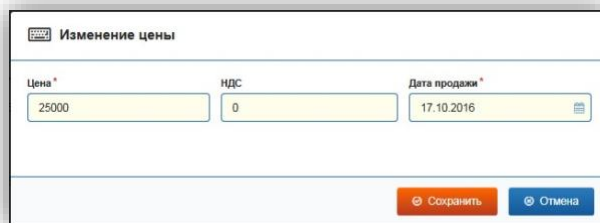

Рисунок 113 – Изменение цены
– В появившейся форме «Изменение цены» заполните все поля «Цена*» (с учетом налога на добавленную стоимость, если продажа облагается таким налогом), «Дата продажи*» и «НДС» (сумма налога на добавленную стоимость товара, если продажа облагается таким налогом) и нажмите кнопку «Сохранить» (рис. 113).